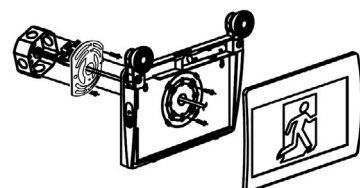

Fig. 6
- Faire passer les fils à travers la plaque de montage de la boîte de jonction, puis fixer la plaque de montage à la boîte de jonction à l'aide de vis (Fig. 6).